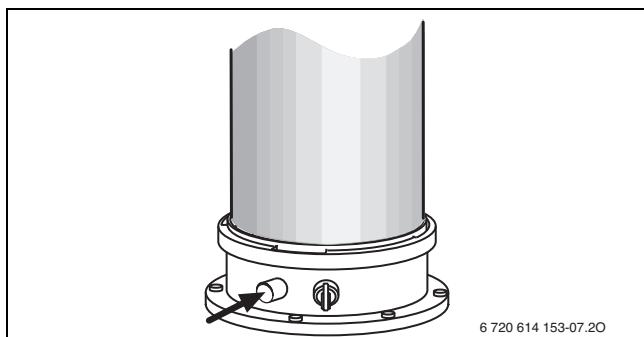

Рис. 37 Измерительный штуцер дымовых газов
- ▶ Откройте винт для измерения разности давлений газового клапана (→ рис. 37, стр. 42).